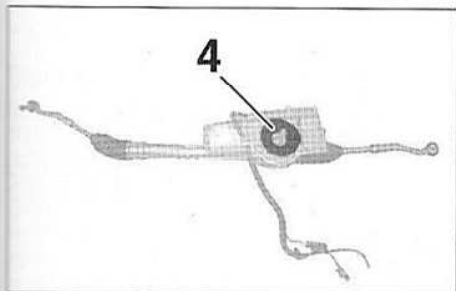

FIG.13
- Remplacer systématiquement le joint (4) (Fig.13).
- Remplacer les écrous (1).